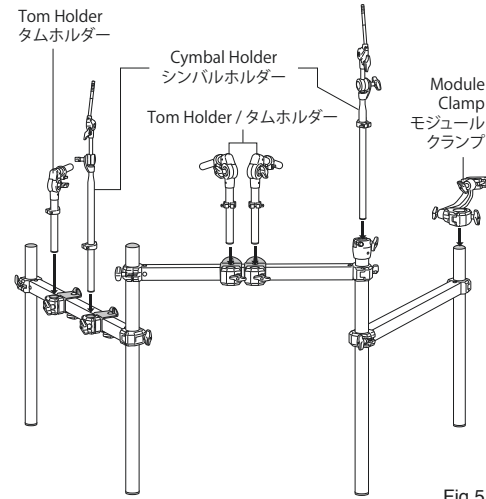

Fig.5
5. Attach the Module Clamp to the leg (short) and install Cymbal Holders and Tom Holders as shown (Fig.5). Then adjust to the desired position.
Note: Fig.5 will arrange a standard (RH) five-piece drum set configuration.
右手側のレッグパイプ(短)にモジュールクランプを取り付け、お好みの位置にシンバルホルダーとタムホルダーも取り付けます。Fig.5は、一般的な、2UP、1DOWNと呼ばれるセッティングを示しています。